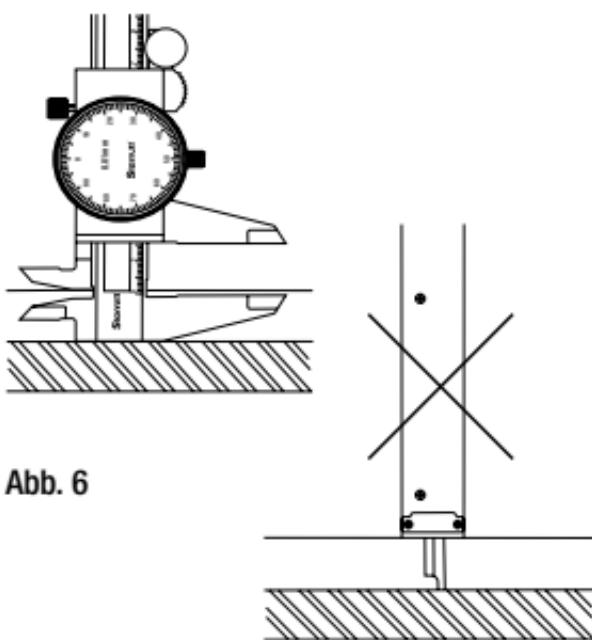

Abb. 6
- **Nockenmessungen:** Die Maßschenkel etwas weiter als die Nockenbreite öffnen und die Oberseite an der Nockenunterseite ansetzen. Die Referenzfläche (11) zur Teilloberfläche verschieben (Abb. 6).